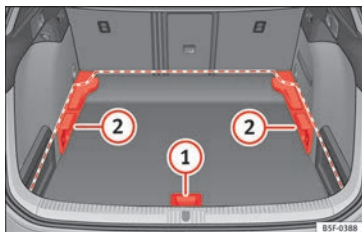
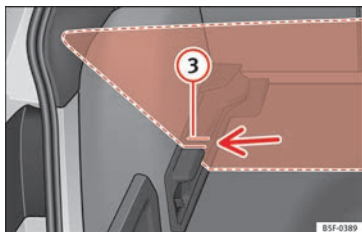

Fig. 181 Piano variabile del bagagliaio: posizioni.
Fig. 182 Piano variabile del bagagliaio: fessure inclinate.
- Sollevare il piano mediante la maniglia » **fig. 181** ① e tirarlo all'indietro fino a quando la parte anteriore del piano sarà
- Sollevare il piano mediante la maniglia » **fig. 181** ① e tirarlo all'indietro fino a quando la parte anteriore del piano sarà completamente fuoriuscita rispetto ai supporti ②.
- Far combaciare tale parte anteriore con le fessure inferiori dei supporti e lasciar scorrere il piano in avanti fino a farlo entrare in contatto con lo schienale dei sedili posteriori, abbassando allo stesso tempo il piano con la maniglia ①.
- Sollevare il piano con la maniglia » **fig. 181** ① e spingerlo all'indietro fino a quando la parte posteriore del piano sarà fuoriuscita dalle fessure inclinate » **fig. 182** ③.
- Far scorrere il piano attraverso tali fessure aiutandosi con la maniglia ① fino a quando